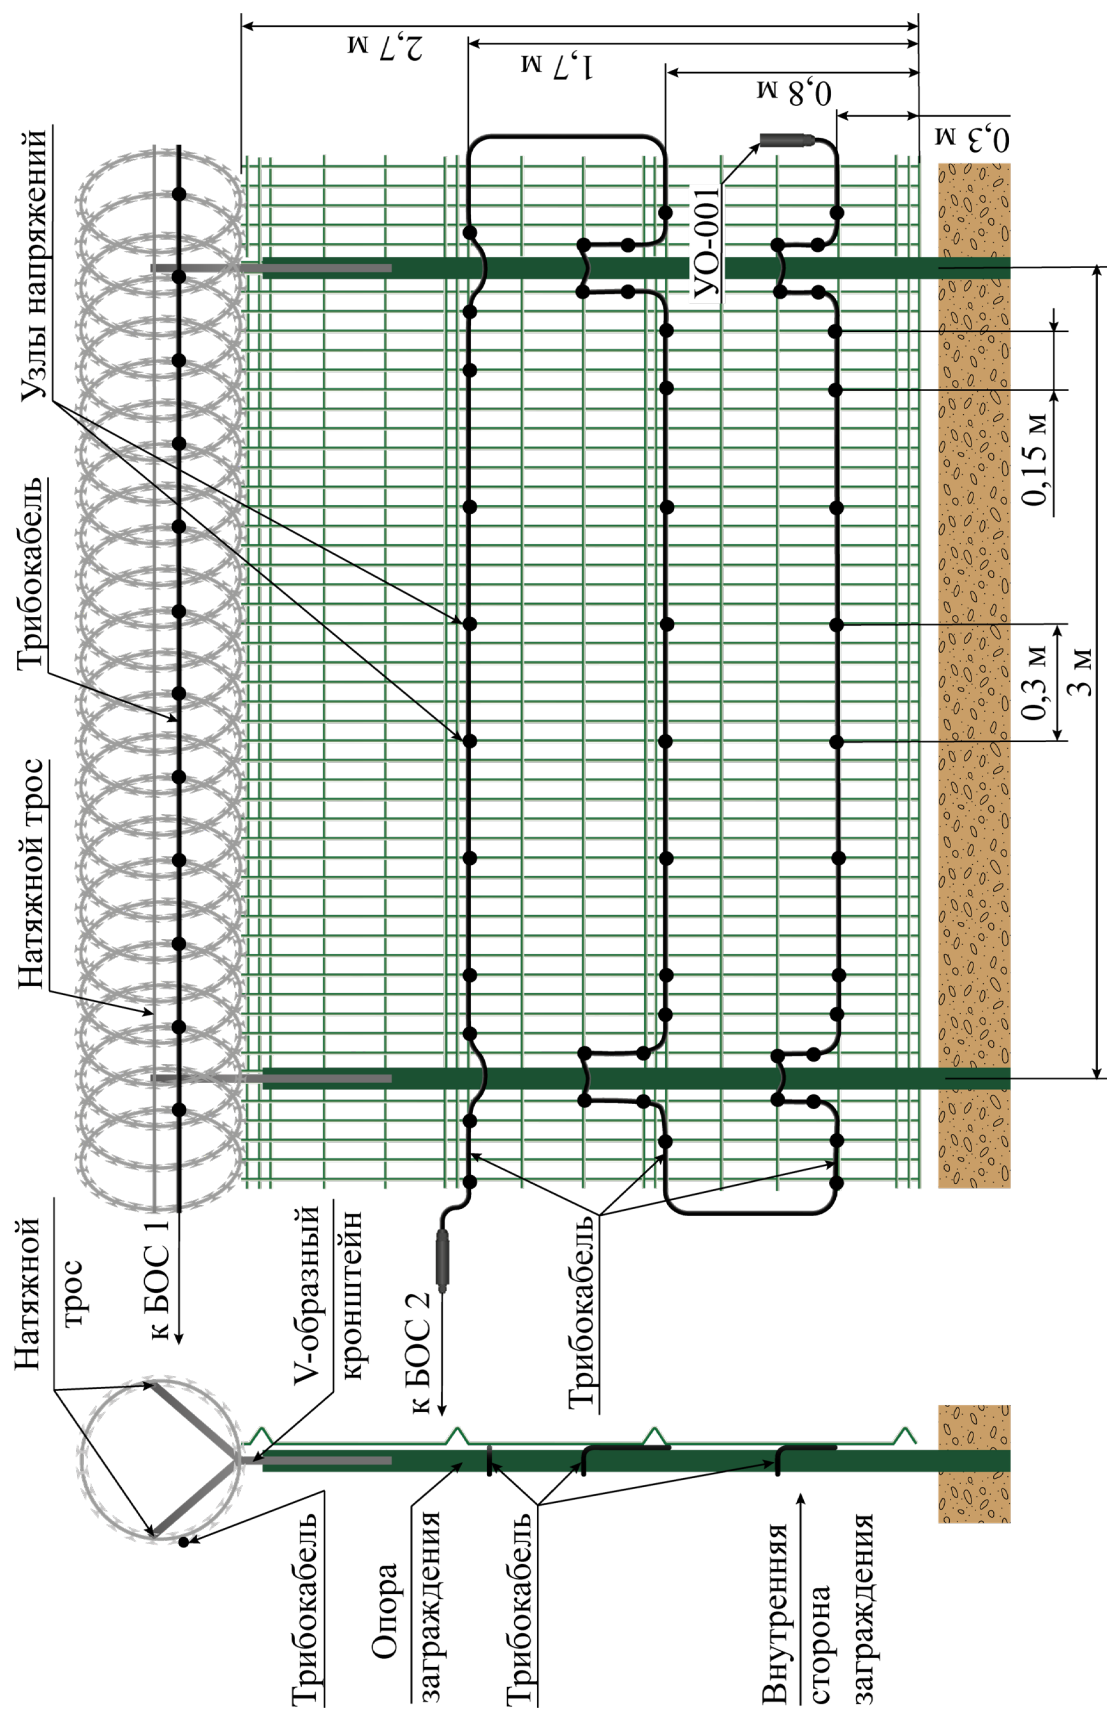

Рисунок 4.2 – Вариант прокладки ЧЭ (трибокабеля) на заграждении из сварных решетчатых 3D панелей с козырьком из объемной спирали АКЛ
### **4.2.2 Монтаж ЧЭ ТППэп-10П SKICHEL на ограждение из сварных решетчатых 3D панелей (рисунок 4.2)**
– жестко закрепить чувствительный элемент на заграждении путем скруток стальной оцинкованной термически обработанной проволоки (ГОСТ 3282) диаметром  $1,4 \div 1,6$  мм с шагом 0,3 – 0,4 м, с образованием «узлов напряжений» - мест акцентированного трибоэлектрического эффекта. Скрутку выполнять до начала видимой деформации оболочки трибокабеля, не приводящей к нарушению ее целостности (рисунок 4.2).
### **4.2.3 Монтаж ЧЭ ТППЭп-10П SKICHEL на гибкое заграждение (козырек) из объемной спирали АКЛ (рисунок 4.2)**